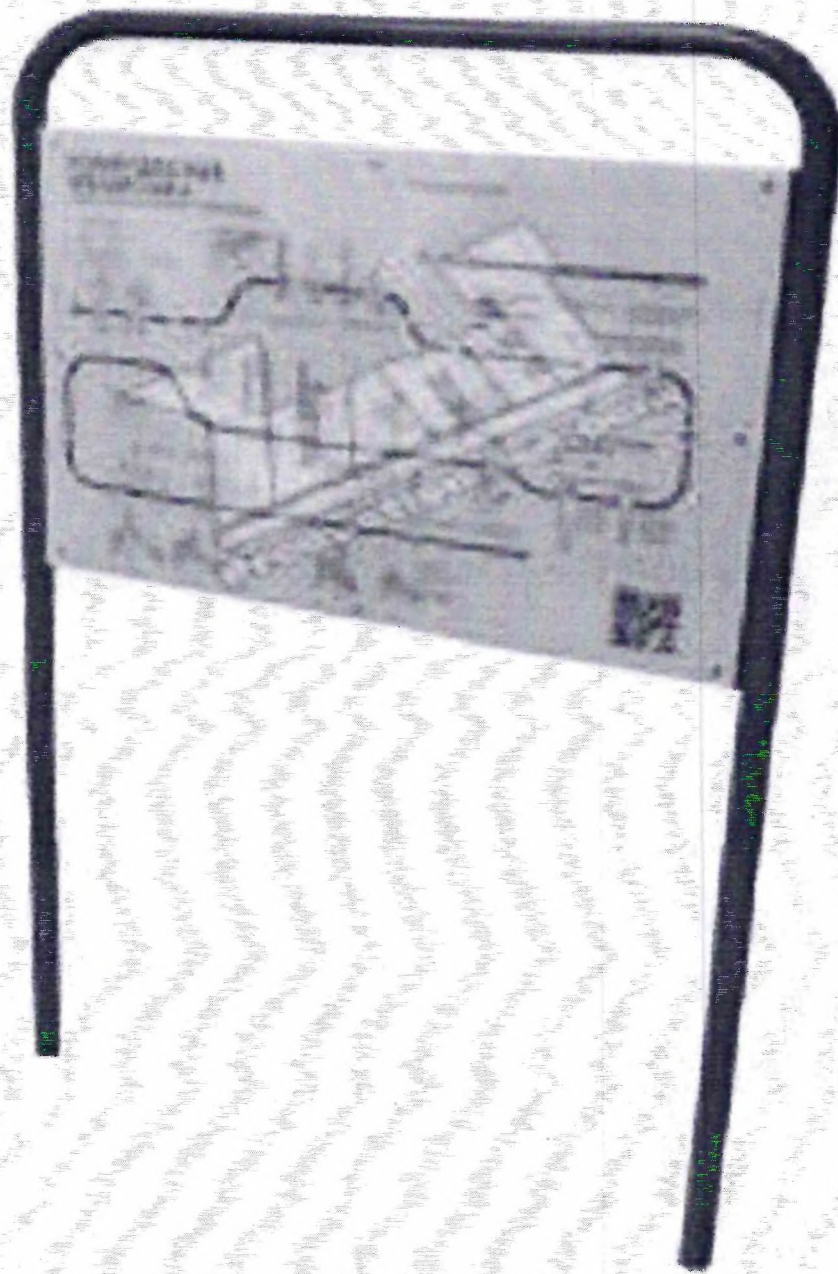

Рисунок 1 Общий вид
20.1. Габаритные размеры и высота свободного падения детской игровой площадки «ДП 007» (Рис. 1).